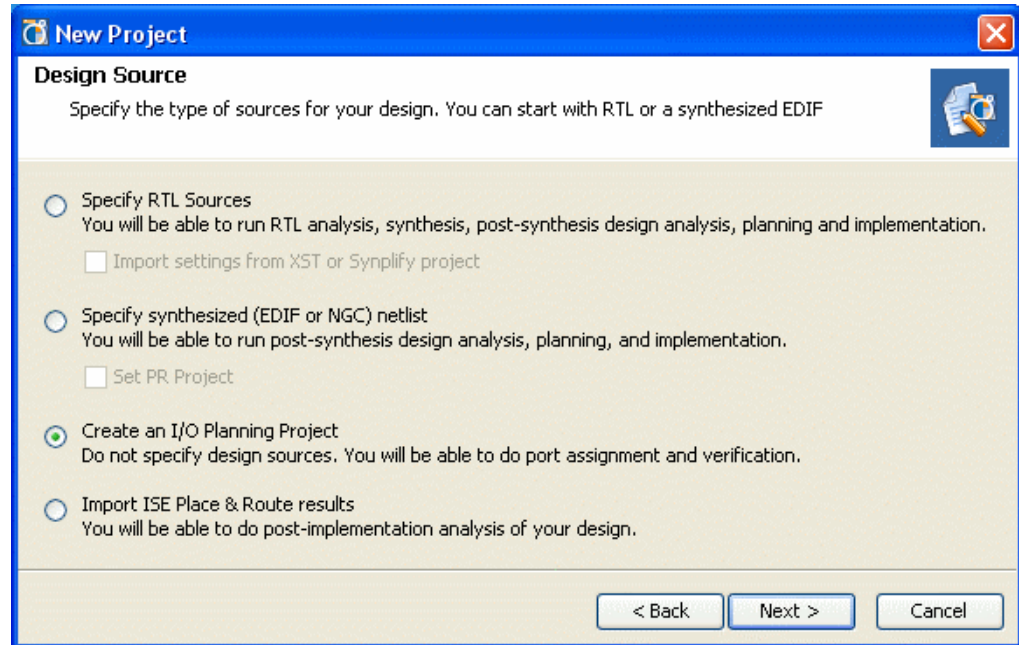

図 3-14 : I/O ピン配置プロジェクトの作成
1. 57 ページの図 3-14 に示すように、[Design Source] ページで [Create an I/O Planning Project] をオンにします。